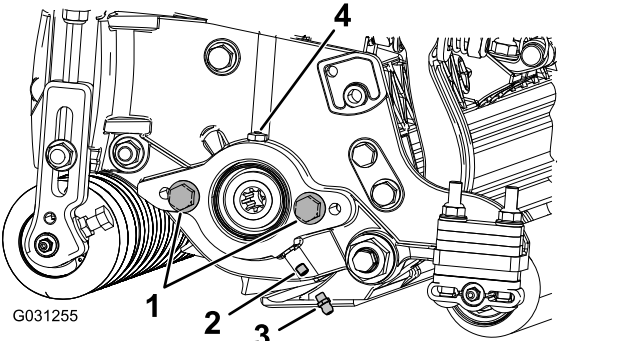

图 4
- 拆下并丢弃滚刀马达侧板上的固定螺丝 图 4。
- 平头螺丝 (2)
- 安装直通黄油嘴 图 4。
2. 如果滚刀马达侧板上没有平头螺丝请安装图 4。
5. 润滑侧板直至多余的润滑脂流出润滑孔图 4。